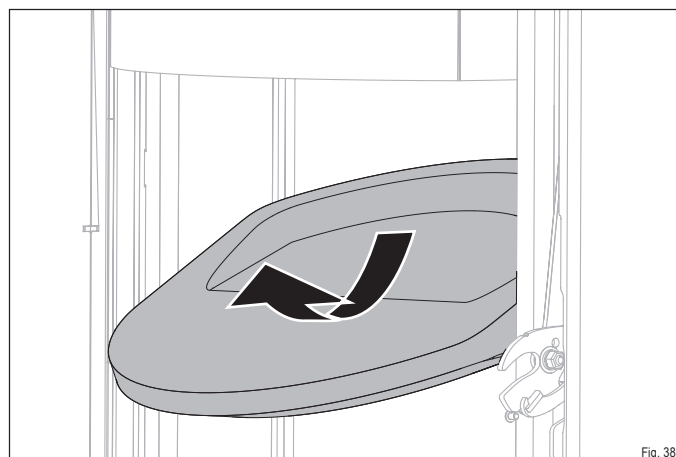

Fig. 38
- ▶ Retirez délicatement la pierre thermique supérieur de son support comme indiqué (Fig. 38).